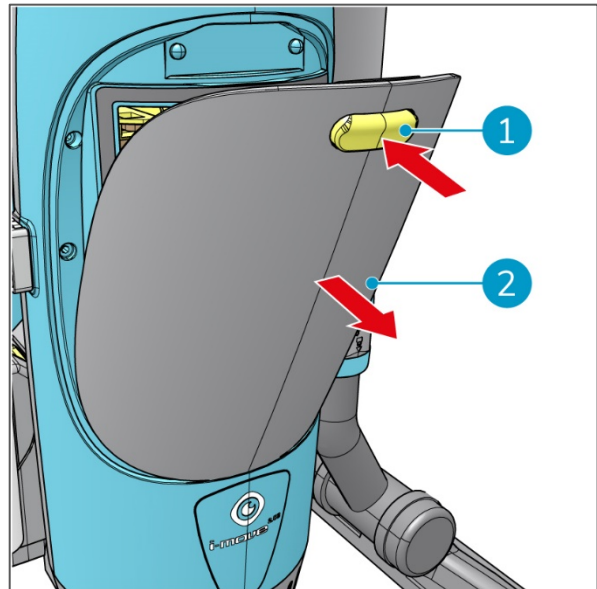

Abbildung 21
2. Drücken Sie den gelben Knopf (Abbildung 21, Pos. 1), um die Klappe zu entriegeln.
3. Nehmen Sie die Klappe ab (Abbildung 21, Pos. 2).
7. Setzen Sie die Klappe (Abbildung 21, Pos. 2) wieder auf.